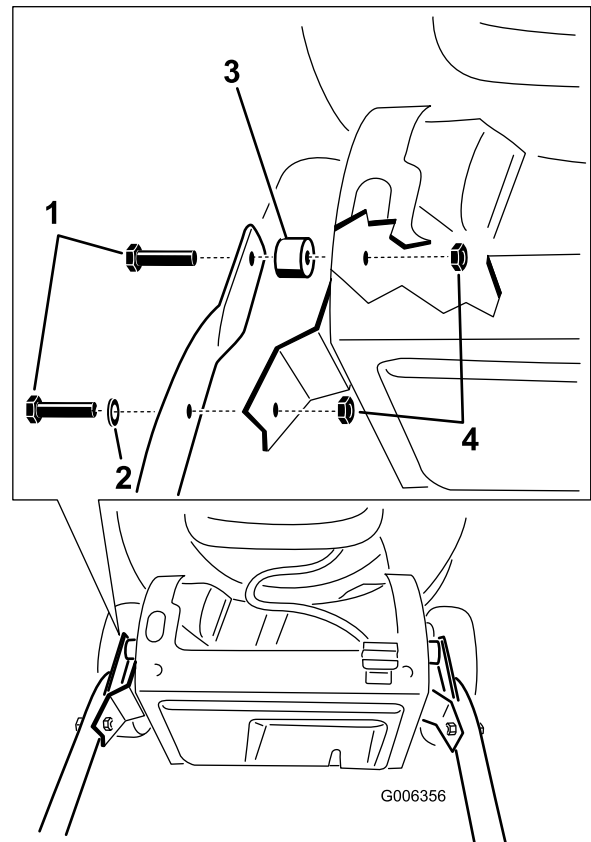

Figura 4
2. Sujete el manillar a la carcasa del cortacésped (Figura 4) usando los 4 pernos, 4 contratuercas, 2